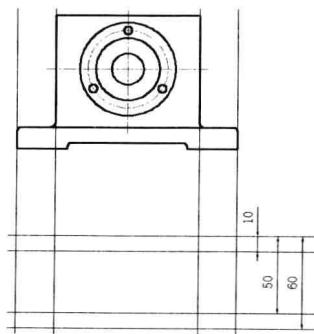

图 11-1-8
(8) 单击“绘图”面板名称，展开面板，单击“构造线”按钮 A ，捕捉并单击主视图中的端点，绘制垂直和水平构造线，并使用偏移和复制命令创建水平构造线的复制品，如图 11-1-8 所示。